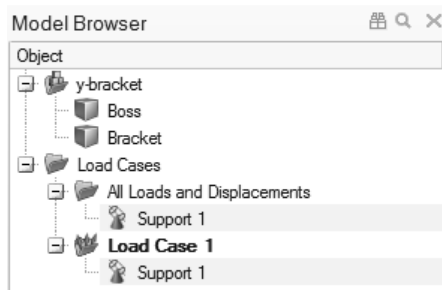

图 5-7
4) 在模型浏览器中创建了两个文件夹: Load Case 1 和 All Loads and Displacements, 如图 5-7 所示。两个文件夹中都添加了 Support 1。